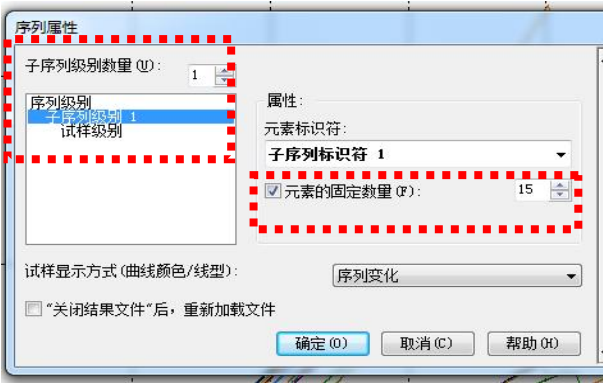
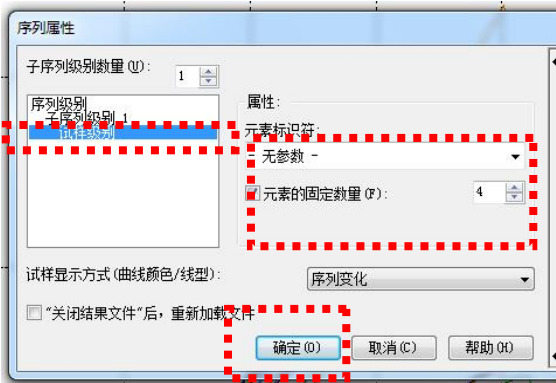

图 5
图 6
3.3.4 鼠标单击『序列属性』画面里『子序列识别级』设定需要测试数量（如图5）后，再鼠标单击『式样级别』按钮设定1组式样数量后，然后鼠标单击画面里左下角『确定』按钮（如图6）